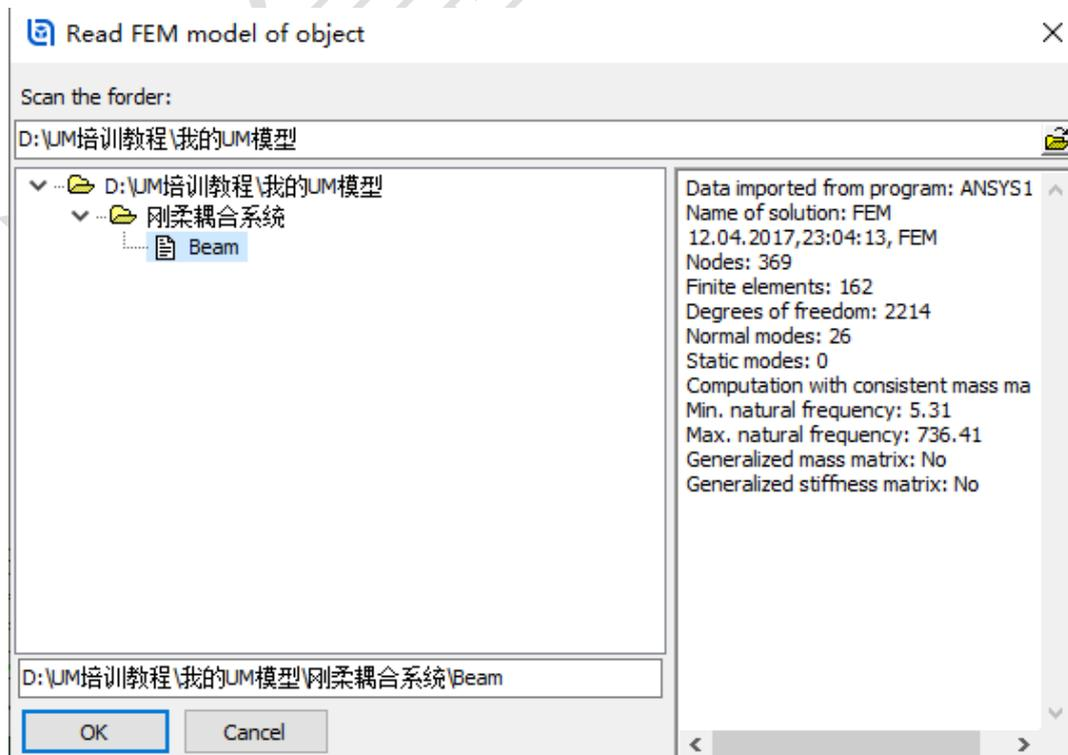

图 2-106
- 5) 在弹出的文件浏览器窗口，定位到路径“**D:\UM 培训教程\我的 UM 模型\刚柔耦合系统**”，选中 **Beam**，点击 **OK**，将 **Beam** 以子系统方式导入当前 UM 模型，如图 2-106。